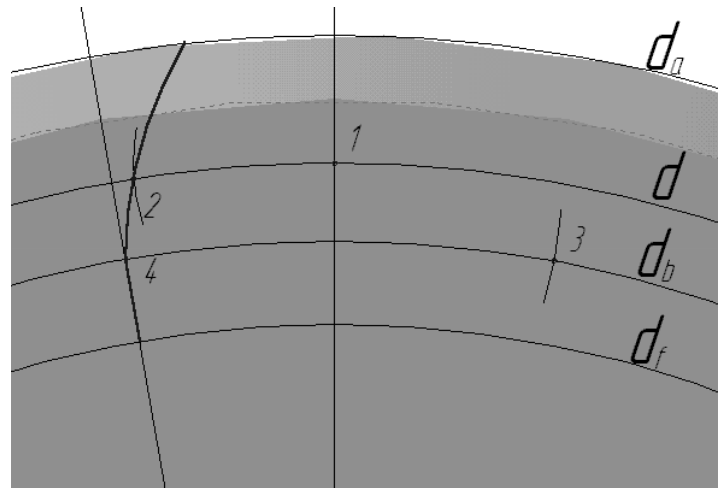

Рис.3
**Точка** ) точку пересечения делительной окружности и вертикальной линии (точка 1, см. рис.3).
Первую и вторую точки дуги задайте произвольно так, чтобы она пересекла делительную окружность  $d$ . Отметьте эту точку пересечения (точка 2, см. рис.3).
16. Из отмеченной точки постройте **дугу** радиусом  $R = d/6$  так, чтобы она пересекла основную окружность. Точку пересечения отметьте (точка 3, см. рис.3).
Изображение должно быть таким же, как на рис. 3.